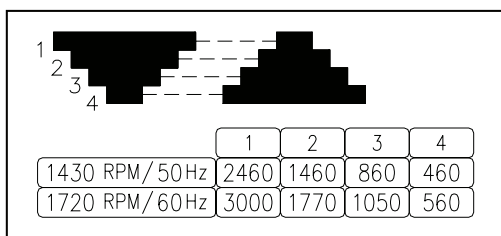

FIGURA 9.3
- Posicione a(s) correia(s) **5** corretamente. Oriente-se pela Figura 9.3, ou pela plaqueta **6** fixada no cabeçote.